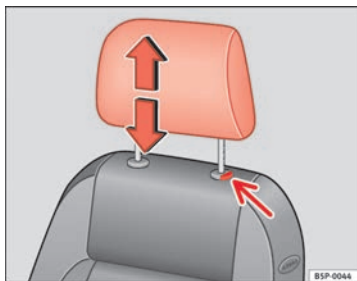

Abb. 67 Kopfstütze einstellen oder ausbauen
- Drücken Sie die Taste ⇒ Abb. 67 (Pfeil).